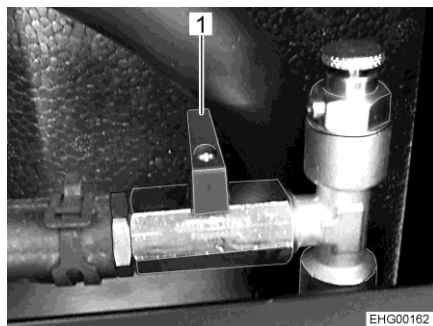

Bild 170 Kulventil (stängd)
- Ställ spaken (Bild 170,1) vinkelrät med rörledningen.